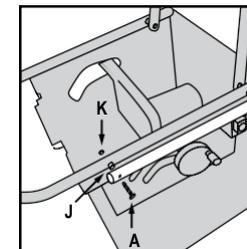

Рис. 9
- Присоедините компонент 3 к остальной конструкции ножки посредством крепежных элементов с маркировкой А, J и К (Рис. 9). Для этого может понадобиться отодвинуть в сторону компонент 4.